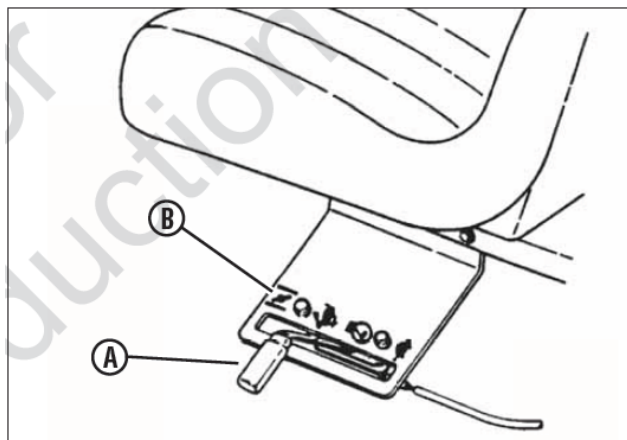

Рис. 6. Регулятор оборотов двигателя
5. Поверните рычаг регулировки оборотов двигателя (А, рис. 6) в положение закрытой заслонки (В), чтобы запустить холодный двигатель.
5. Переведите рычаг управления оборотами двигателя (А, рис. 6) в положение закрытой воздушной заслонки (В) для запуска холодного двигателя.